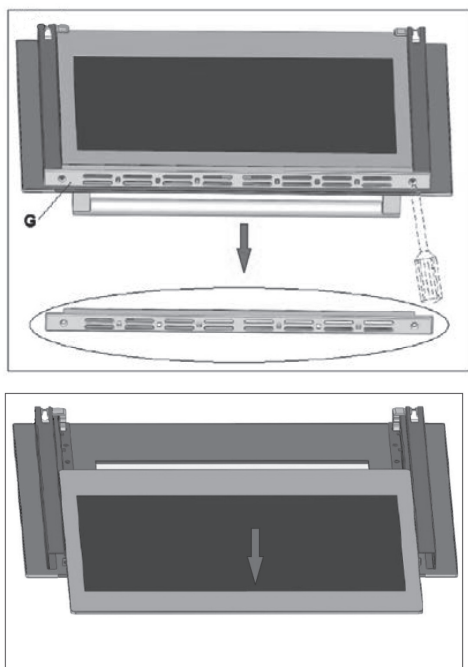

Рис. 4
- Снимите уплотнение G, открутив 2 винта (рис. 4).